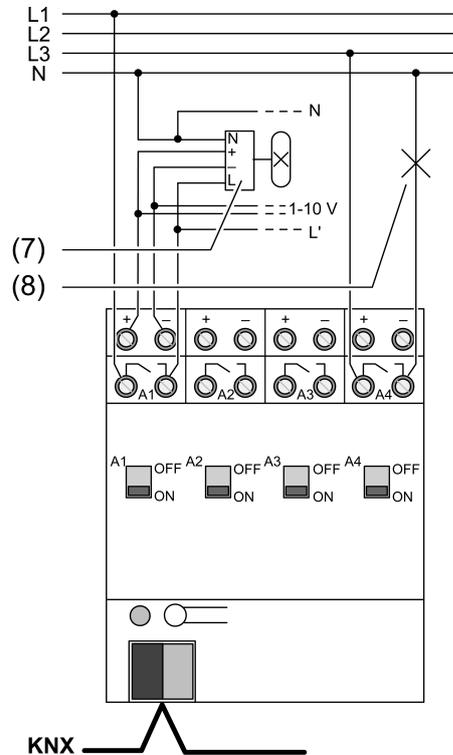

Bild 2: Anschlussbeispiel – Lampenbetriebsgeräte mit 1-10-V-Schnittstelle
- Gerät gemäß Anschlussplan anschließen Anschluss (Bild 2).